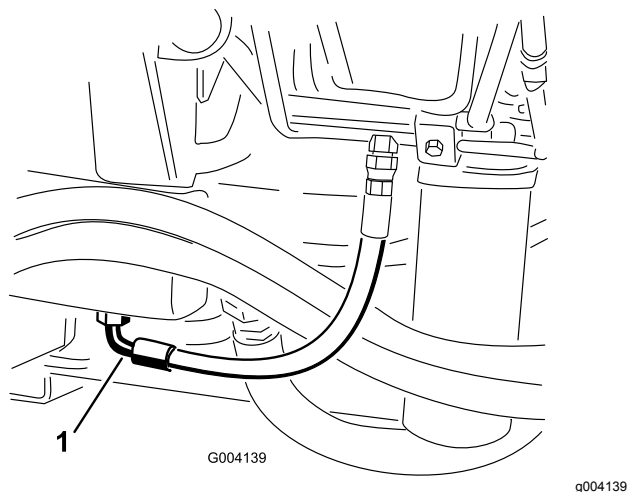

Figura 99
3. Coloque un recipiente grande debajo del acoplamiento situado en la parte inferior del depósito de fluido hidráulico (**Figura 99**).